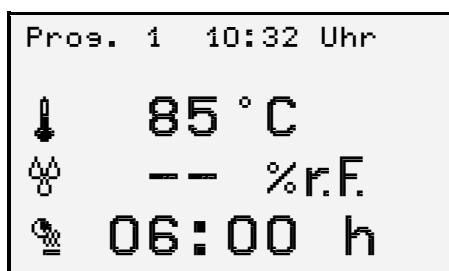

Abb. 4: Ansicht "Sauna" (Beispiel)
16. ▼-Taste drücken. Die Ansicht "Sauna" (Abb. 4) wird wieder angezeigt.